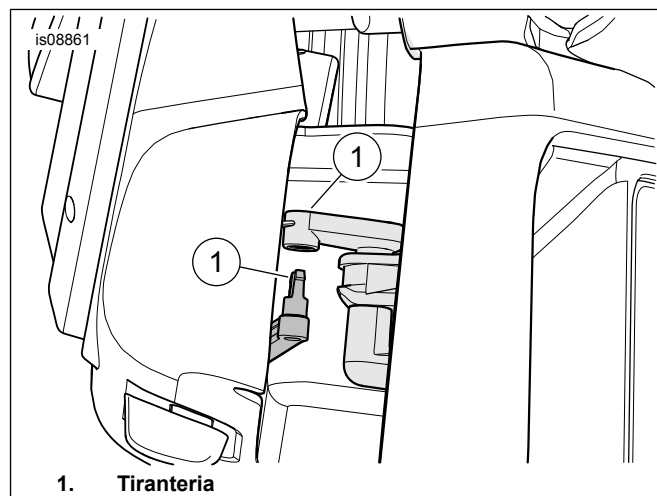

Figura 7. Collegare il leveraggio
7. Vedere Figura 7. Posizionare il gruppo della sede. Collegare il leveraggio.